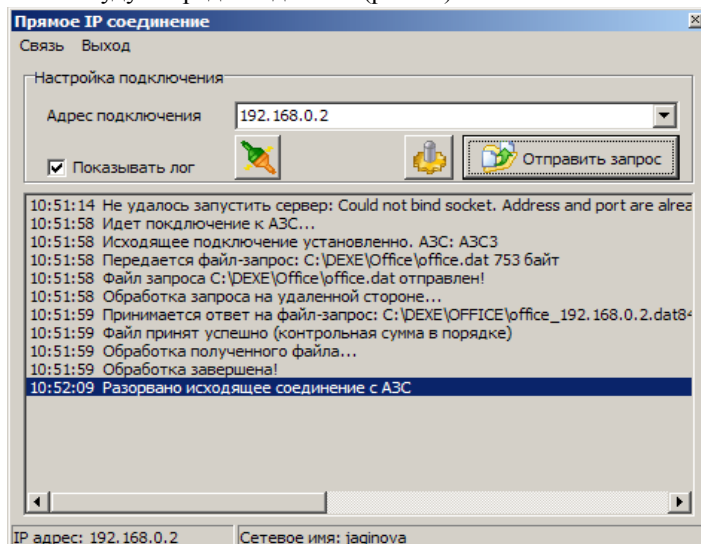

Рис. 36
4. Произойдет соединение по IP адресу с ЭВМ АЗС («ПТК АЗС Сервер» или «ПТК АЗС Менеджер») по полученному запросу в офисе с АЗС будут переданы данные (рис.36).